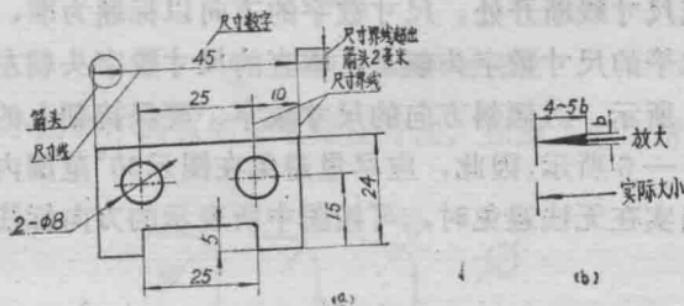

图 1—3
(1) 机械图样中的尺寸以“毫米”为单位，在图样上不需要标注“毫米”两个字。机件的真实大小应以图样上所注的尺寸数值为依据，与图形的比例和准确性无关。
(2) 一个完整的尺寸一般应由尺寸线、尺寸界线、尺寸数字和箭头所组成，如图 1—3 所示。